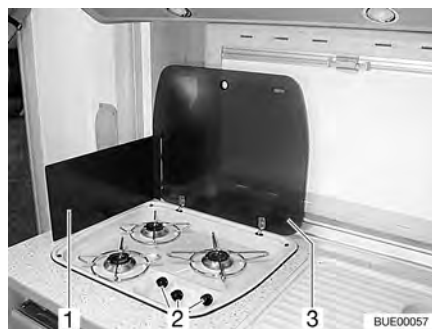

Fig. 156 Réchaud à gaz
- Ouvrir le couvercle du réchaud à gaz (Fig. 156,3).
- Selon le modèle, relever l'écran pare-flammes (Fig. 156,1) ou le mettre en place.
- Tourner le bouton tournant (Fig. 156,2) du brûleur désiré en position d'allumage (grande flamme).